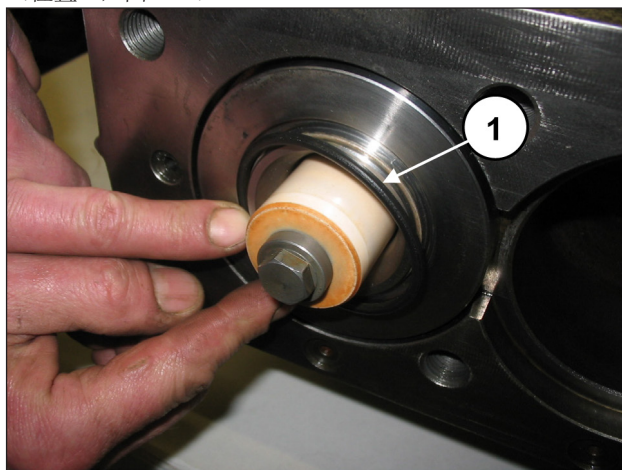

图 161
安装缸套的前O形圈 (位置①, 图 161) 和再循环孔的O形圈 (位置①, 图 162)。